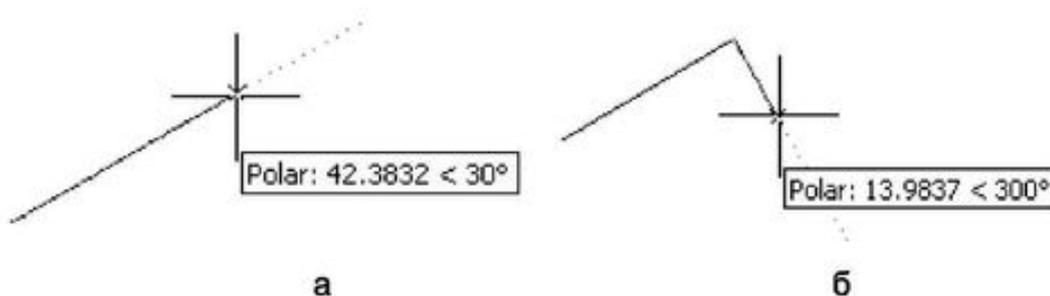
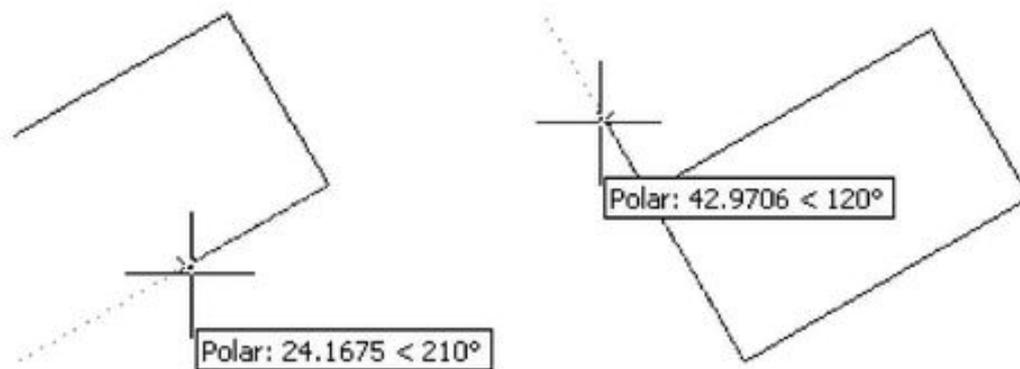

Рис. 3.11. Порядок выполнения построения. Шаг 4 и 5
Рис. 3.12. Порядок выполнения построения. Шаг 6
5. На запрос координат второй точки приблизить курсор мыши к направляющему вектору с углом 30° , и в тот момент, когда этот вектор обозначится, а в информационном окне полярного режима появится соответствующий угол (рис. 3.11а), ввести 50 и нажать *Enter*.
6. На запрос координат третьей точки приблизить курсор мыши к направляющему вектору, имеющему угол -60° (300°), и в тот момент, когда этот вектор зафиксируется (рис. 3.11б), ввести 30 и нажать **Enter**. 7. Аналогичным образом задать координаты четвертой и первой точки (рис. 3.12), используя соответственно полярные углы -150° (210°) и 120° (-240°) и координаты 50 и 30 единиц.